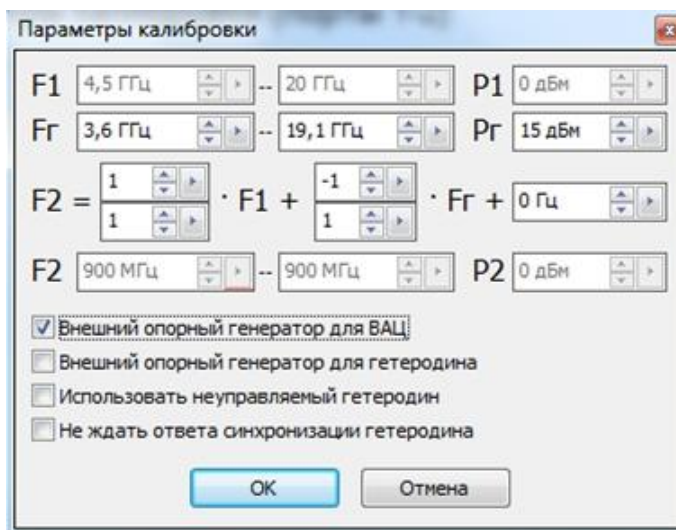

Рис. 35. Настройка параметров преобразования частоты в мастере калибровки
8. Настроить параметры преобразования частоты в мастере калибровки, рис. 35. В открывшемся диалоговом окне поля для ввода «F1» и «P1» не доступны для изменения, и содержат диапазоны частот зондирующего сигнала первого порта. Чтобы изменить эти параметры, следует закрыть мастер калибровки и вернуться к шагу 6.